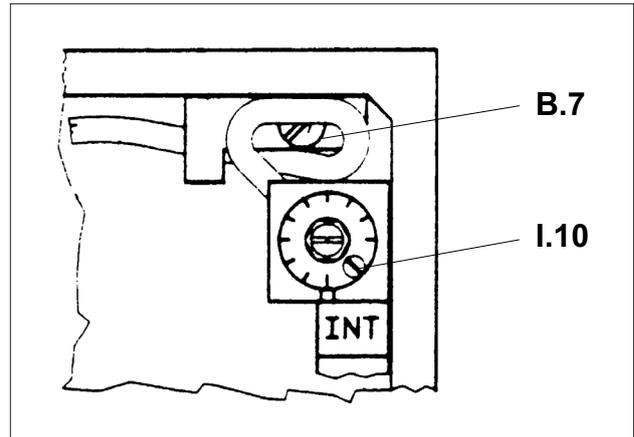

Bild 10: Integraleinheit
- Am PN600 die Schraube B.7 drehen, siehe Bild 10. Dadurch wird der I-Anteil über die Umschalteinheit geleitet.
Durch Drehen an der Schraube B.7 muss die interne Schlauchverbindung am PN600 abgeklemt werden, siehe Bild 10.
Hinweis für PI-Regler (PN6x3): I-Anteil vor der Kontrolle mit den Einsteller (I.10) auf 1 stellen, siehe Bild 10. Die Kontrolle des Ausgangssignals sollte innerhalb einer Minute stattfinden.